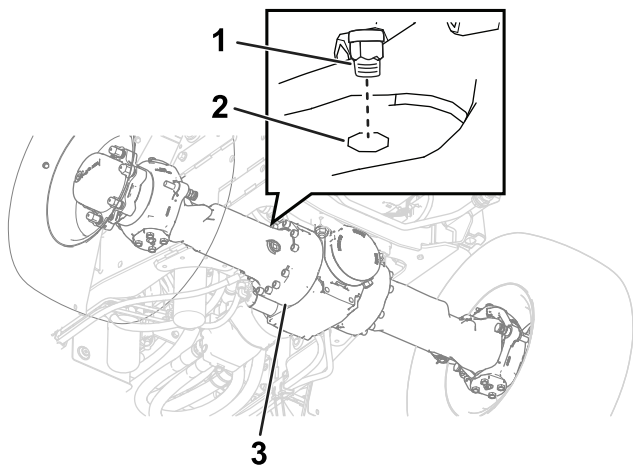
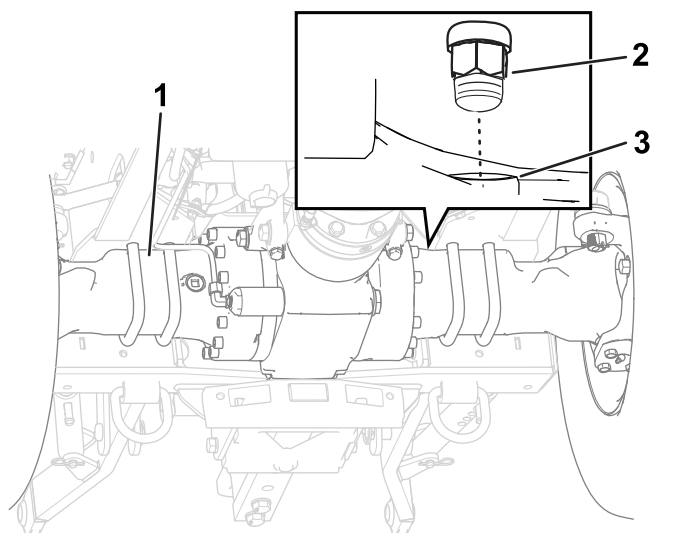

図 103
図 104
1. ブリーザの周囲を洗浄用の溶剤で拭く 図 103と 図 104。
2. 前アクスルと後アクスルからブリーザを外す 図 103と 図 104。
5. 前アクスルと後アクスルにブリーザを取り付ける 図 103と 図 104。